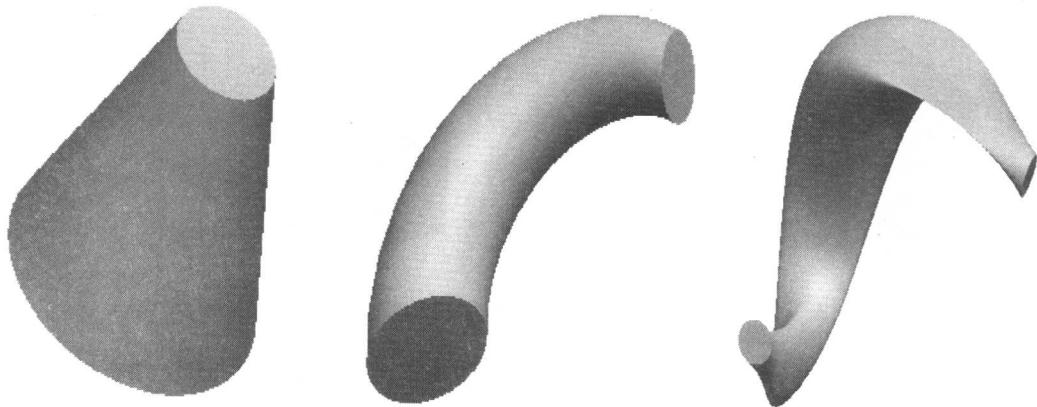

图 1-8 混合类特征效果图
(4) 混合类特征：混合类特征是指系统通过用户草绘的混合截面和截面定位关系，自动生成平行、旋转或者一般的混合特征。混合类特征在 Pro/E 中的造型效果如图 1-8 所示。